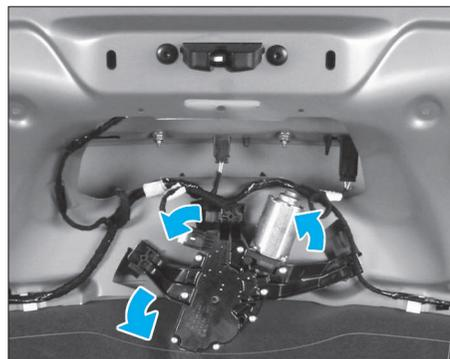

FIG. 86
- Tourner l'ensemble du mécanisme dans le sens antihoraire (Fig.86).